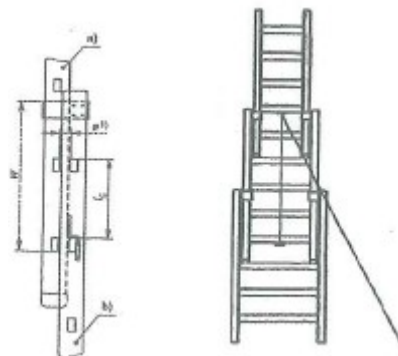

figura 6
- la scala a sfilo deve essere dotata di dispositivo che richieda il sormonto dei tronchi di almeno tre gradini (figura 6).